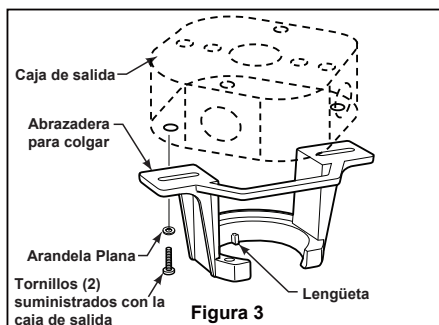

Figura 3
Uso del soporte (Figura 3)
- ☐ 3. Retire el clip de horquilla y pasador de horquilla de la parte inferior de la bola para colgar. Retener el pasador y clip para la reinstalación en el paso 5. (Figura 3)
1. Fije bien la abrazadera para colgar a la caja de salida (no se incluye) con los tornillos y las arandelas provistas con la caja de salida. (Figura 3)
2. Deslice el receptor en el soporte de suspensión antes de realizar el cableado como se muestra en la figura 3.
- ☐ **3.** Retire la cubierta de la batería del control remoto con un destornillador y conserve el tornillo para luego. (Figura 3)